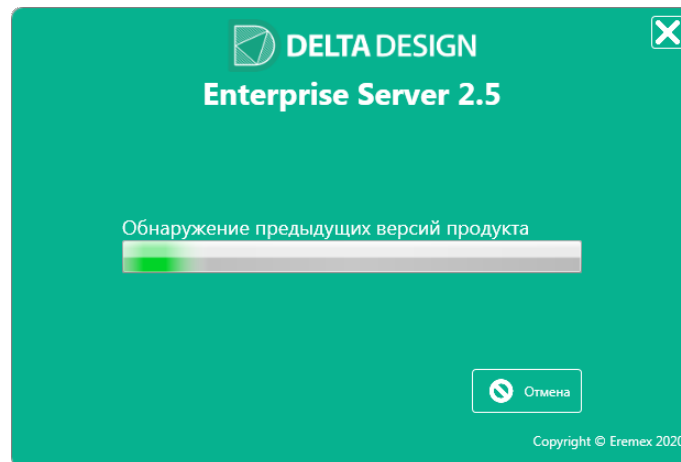

Рис. 2 Окно обнаружения предыдущих версий продукта
3. Программа автоматически произведет поиск предыдущих версий продукта, Рис. 2.